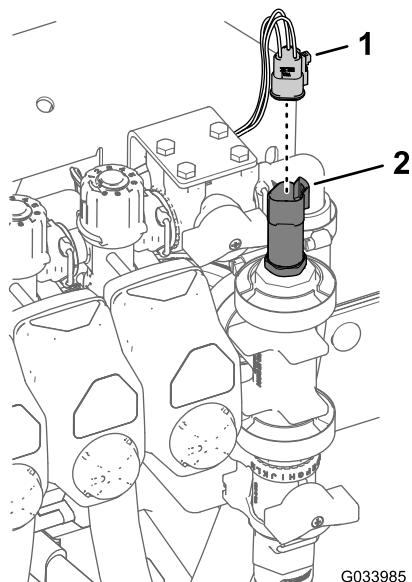

図 19
3. 制御バルブブラケットをマニホールドマウントに組み付ける図 19 フランジヘッドボルト6 x 16mm4本とフランジロックナット6mm4個を使用し、ボルトを $1012\text{N}\cdot\text{m}$ 1.01.2kg.m = 86106in-lb にトルク締めする。
5. 水圧トランスデューサ用の3ソケットコネクタを接続する図 19。